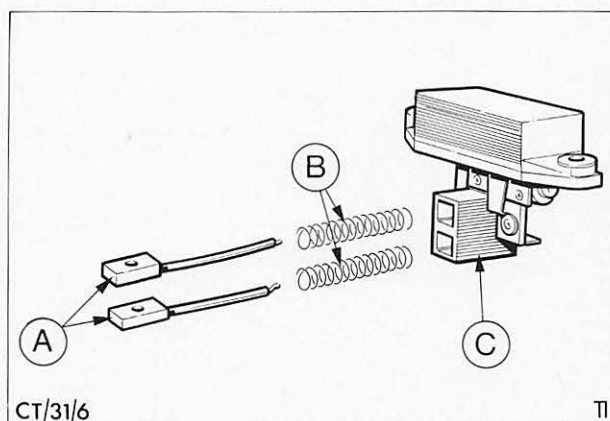

Abb. 31 Bürstenhalter zerlegt
5. Neue Kohlebürsten, A in Abb. 31, und Federn „B“ in den Bürstenhalter „C“ einsetzen und Anschlüsse verlöten.